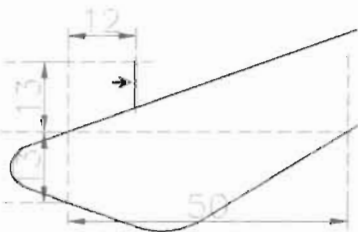

图 3-119
(7) 单击“绘图”工具栏中的“直线”按钮, 捕捉辅助线的交点, 绘制出图 3-119 所示的直线段。